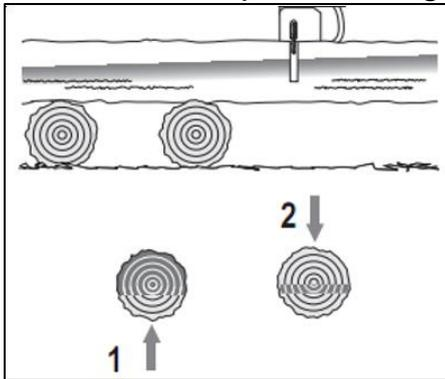

Fig.44
1) commencer par une coupe par le bas pour 1/3 du diamètre (Fig.44) avec le côté supérieur du guide.